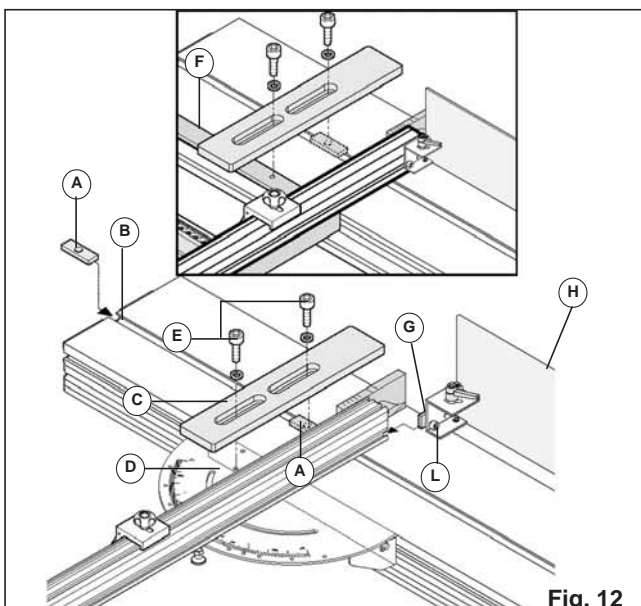

Fig. 12
4.3.6 Tappningsbord och -skydd (fig. 12)